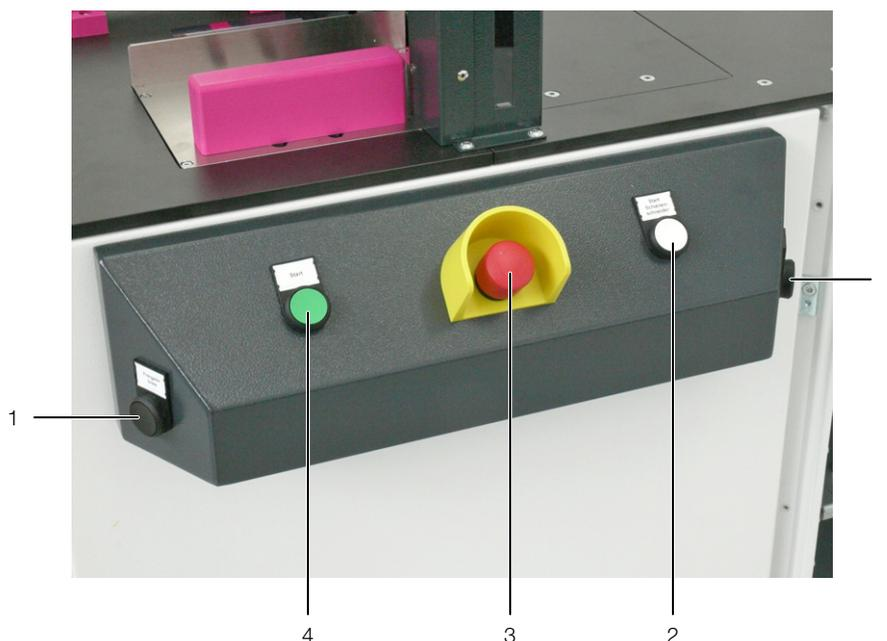

Imagen 3: Elementos de mando en la consola de mando
- 5 Consola de mando (imagen 3)
La consola de mando posee un botón de PARADA DE EMERGENCIA de color rojo, cuya activación interrumpe la alimentación de tensión de todas las salidas (imagen 3, pos. 3). El panel de mando y la interfaz gráfica de usuario permanecen activos.
El corte de canales de cableado y cubiertas de canales se realiza activando y manteniendo pulsados simultáneamente los dos botones «Canal bimanual» (imagen 3, pos. 1).